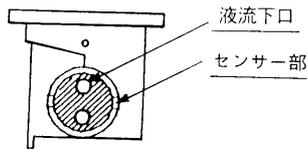

図7 レベル検出器にチャンバーをセットした時の上面図
- ① チャンバーのレベル検出器への装着に際し、液の流下により巻き込まれた気泡による誤動作を防止する為、液流下口がセンサー部から遠くなる位置 (図7の様にセンサー部に対し直角方向) となるよう装着する。